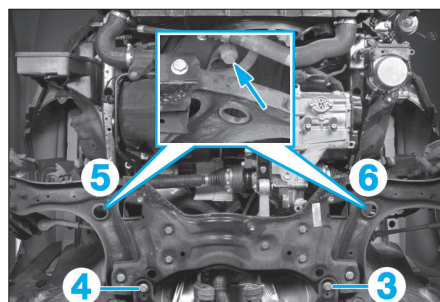

FIG. 25
- visser successivement les outils [1] en (5), (6), (3) et (4), (Fig.25),